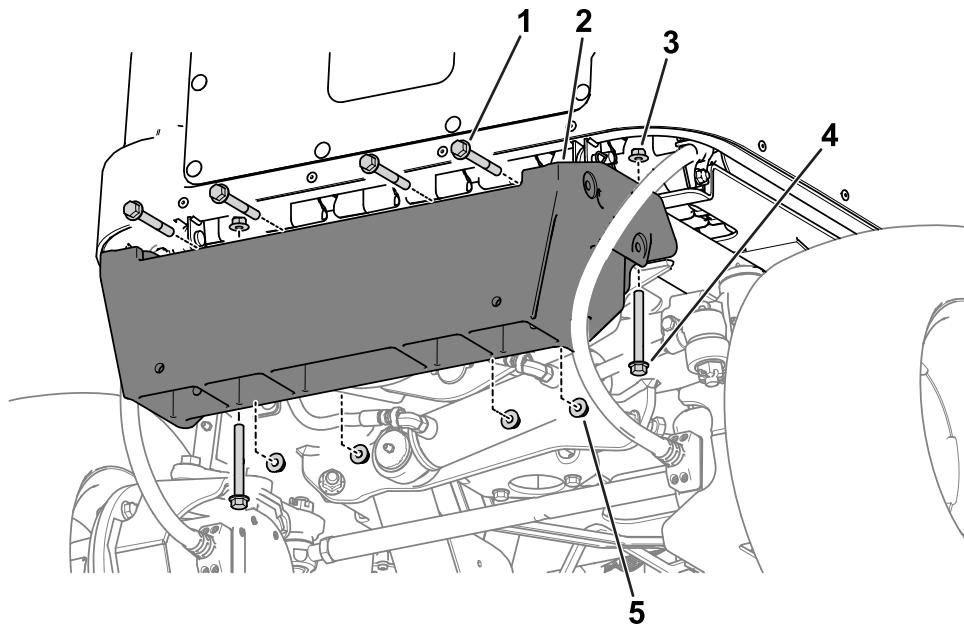

Figure 12
3. Fixez légèrement la partie supérieure du pare-chocs au cadre de la machine à l'aide de 4 boulons (3/8" x 3") et 4 écrous (3/8"), comme montré à la Figure 12.
4. Fixez légèrement le pare-chocs sous le cadre de la machine à l'aide de 2 boulons ($\frac{3}{8}$ " x 3 $\frac{1}{4}$ ") et 2 écrous ($\frac{3}{8}$ "), comme montré à la Figure 12.